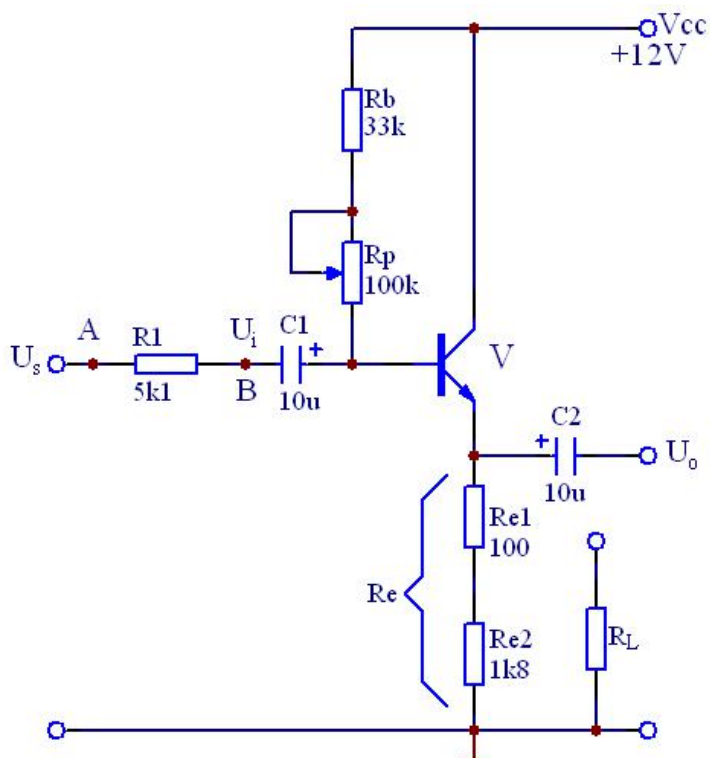

图 4.1 射极跟随电路
2. 根据图 4.1 元器件参数，估算静态工作点。画交直流负载线。
1. 按图 4.1 电路接线。